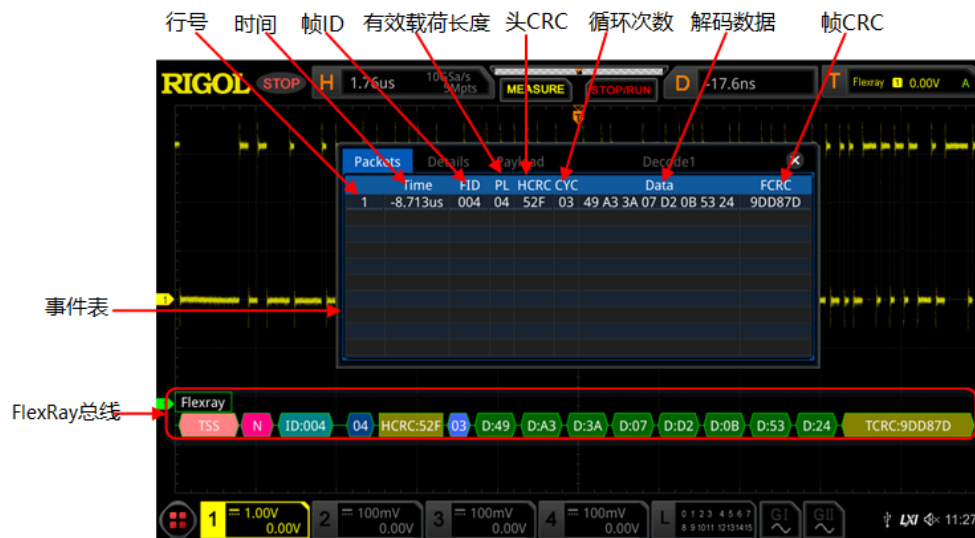

图 15.13 FlexRay 解码事件表
- 打开或关闭事件表：连续按 **事件表** 键，打开或关闭事件表显示。打开事件表，屏幕弹出如 图 15.13 所示的事件表。您也可以使用触摸屏功能触摸事件表右上方的图标  关闭事件表功能。